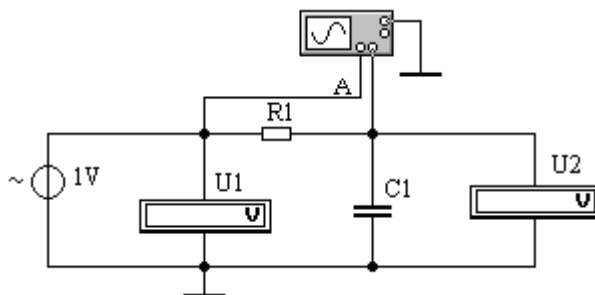

Рисунок 1-Схема исследования частотных характеристик НЧ-1
1. Собрать схему электрической цепи (рисунок 1).